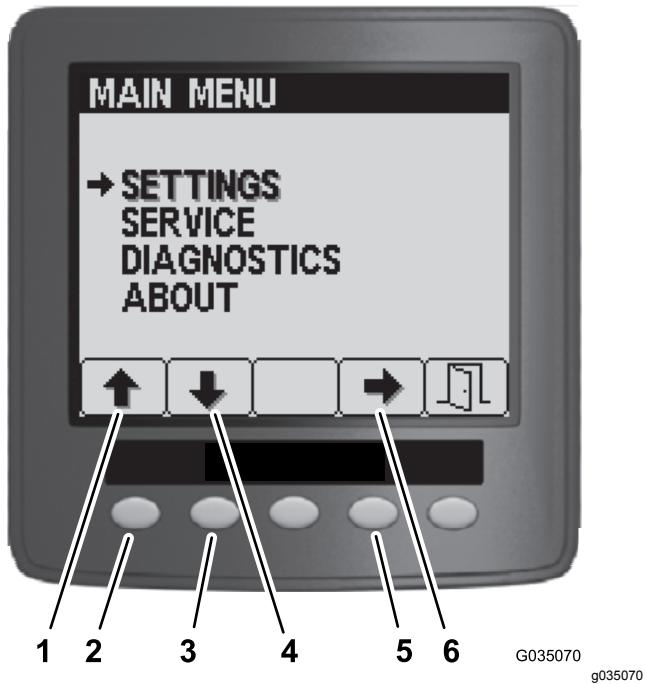

Figura 96
3. En el Menú principal, pulse el botón 1 o 2 hasta que la opción de Ajustes quede resaltada, y pulse el botón 4 para navegar por los menús de Ajustes (Figura 96).